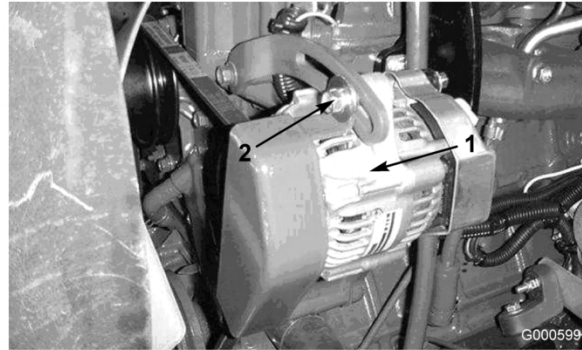

Figura 53
Controllate lo stato e la tensione delle cinghie (Figura 53) ogni 100 ore di servizio.
2. Se l’inflessione non è di 10 mm, allentate i bulloni di fissaggio dell’alternatore (Figura 53). Aumentate o riducete la tensione della cinghia dell’alternatore e serrate i bulloni. Controllate di nuovo l’inflessione della cinghia per accertare che sia esatta.